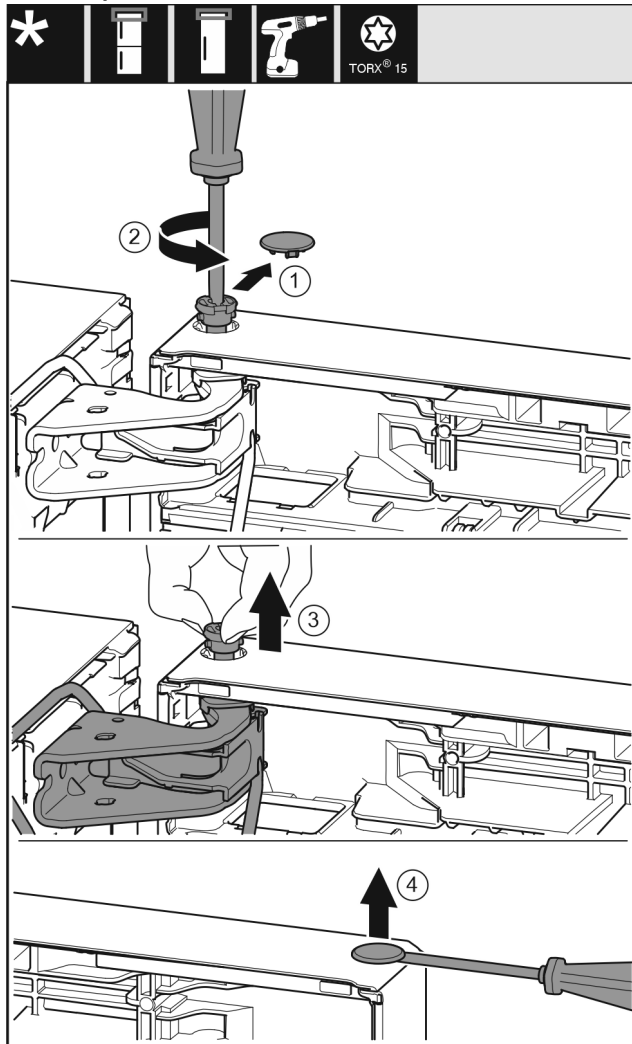

Fig. 22
- ▶ Ta försiktigt av blindlocket. Fig. 22 (1)
- ▶ Skruva ut bulten en bit med torxskruvmejsel T15. Fig. 22 (2)
- ▶ Håll fast dörren och dra ut bulten med fingrarna. Fig. 22 (3)
- ▶ Bänd försiktigt upp pluggarna från dörlagerbussningen med en spårskruvmejsel och dra ut dem. Fig. 22 (4)